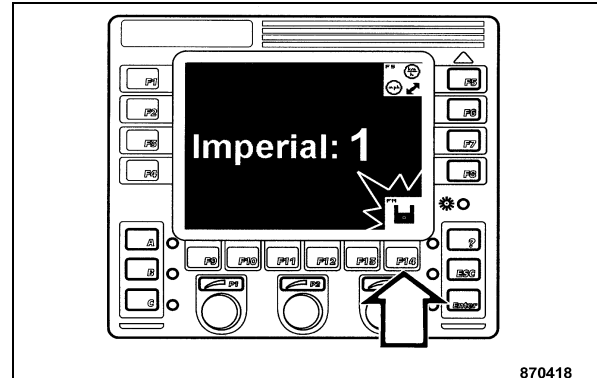

fig. 81
- Appuyer sur la touche "F14" après avoir effectué les modifications désirées (fig. 81). Le symbole "Mémoriser" s'allume momentanément en vert sur le display.